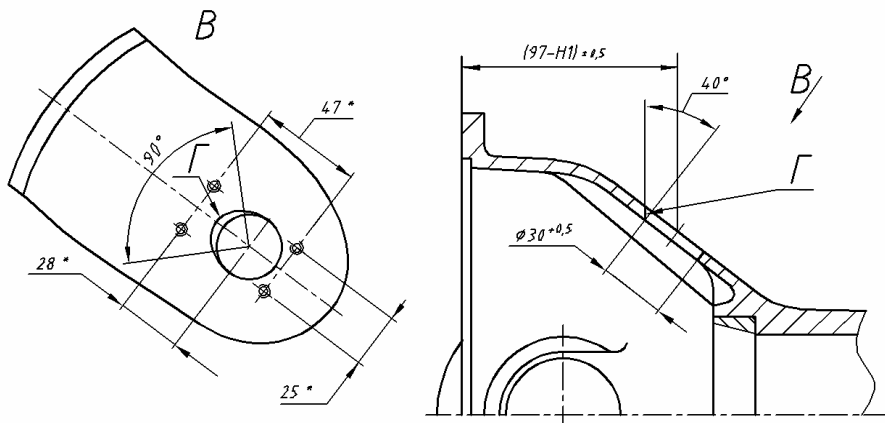

Рис.2 Схема доработки картера типа "Тимкен"
- 3.2.1. Доработать картер моста, рассверлив существующее отверстие до Ø30 (см. рис.2). В зоне Г разделить кромку отверстия под конус с углом образующей около 40°. Удалить стружку из картера.